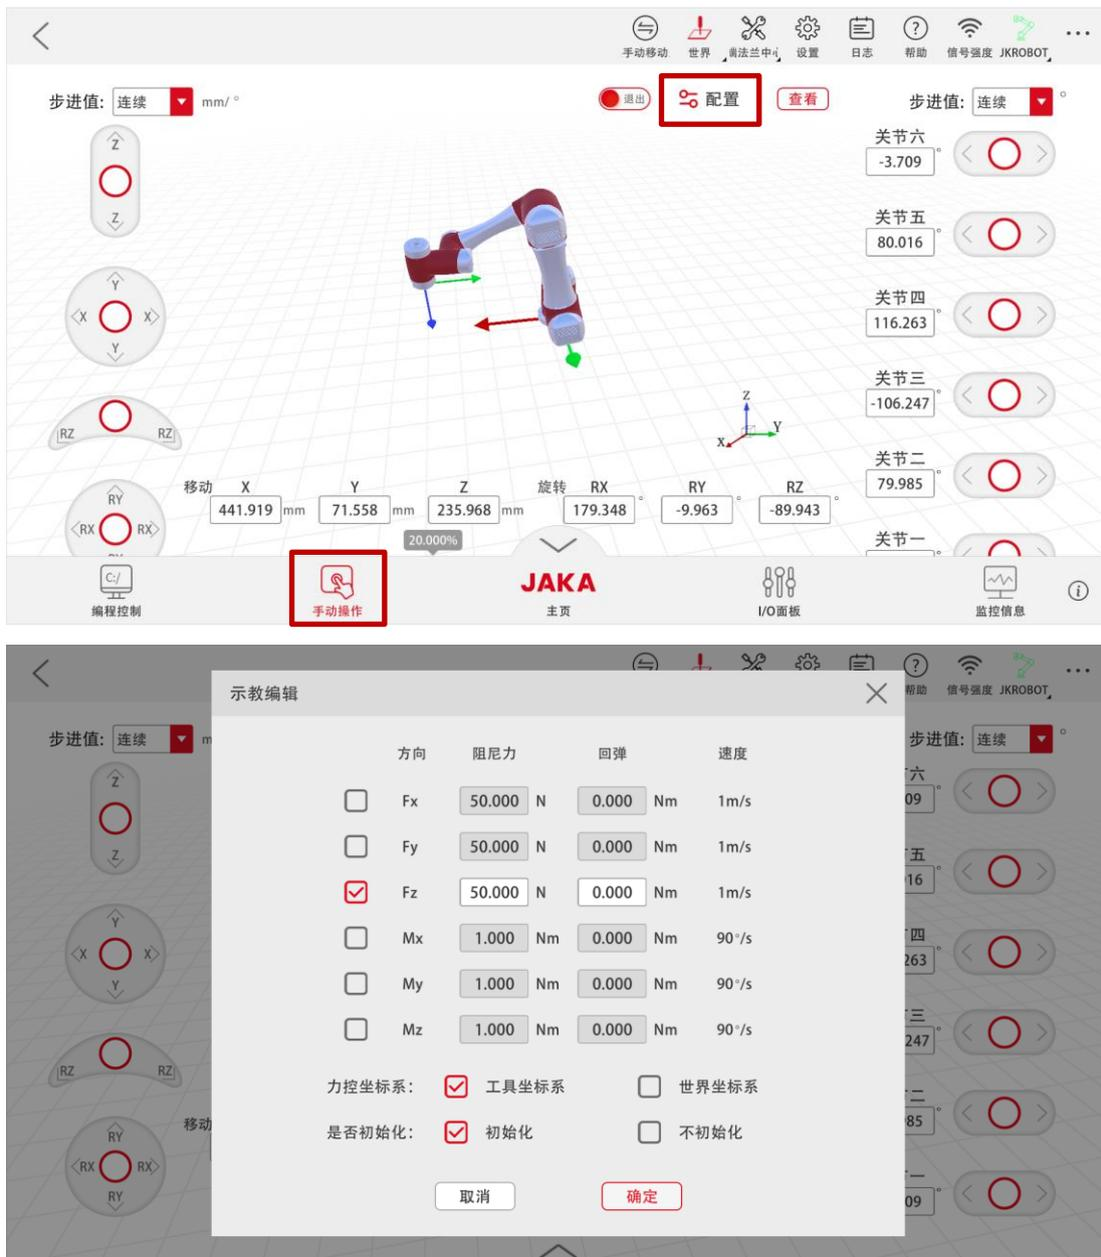

图 3-11 JAKA Zu Se 牵引示教功能设置
- b. 如图 3-11，进入【手动操作】页面，点击【配置】进入示教编辑界面，其中 Fx、Fy、Fz 对应 X、Y、Z